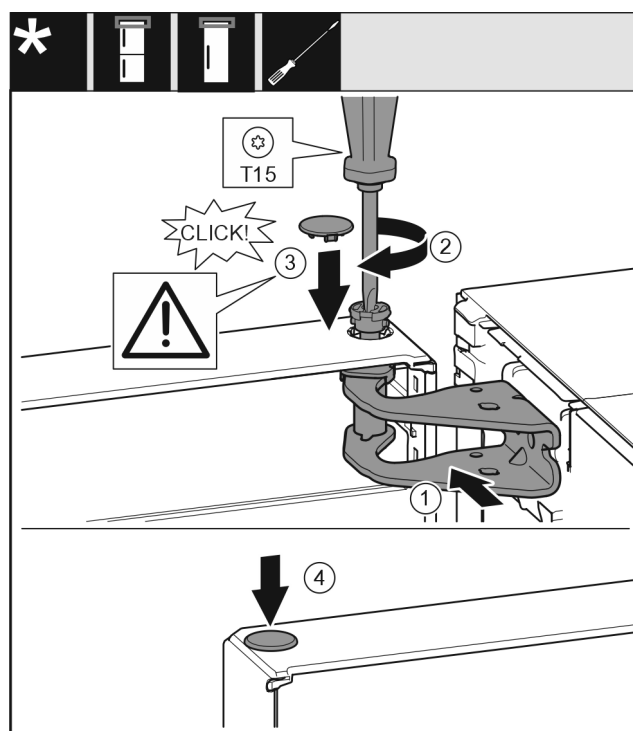

Fig. 23
- ▶ Igazítsa be az ajtót felül a csapágycsak nyílásához Fig. 23 (1).
- ▶ Helyezze be a csapszeget Fig. 23 (2), és húzza meg csavarhúzóval.
- ▶ Szerelje fel az ajtót biztosító biztonsági fedelet Fig. 23 (3): Helyezze fel a biztonsági fedelet, és ellenőrizze, hogy felfekszik-e az ajtóra. Egyébként a csapszeget teljesen helyezze be.
- Helyezze be a dugót Fig. 23 (4).